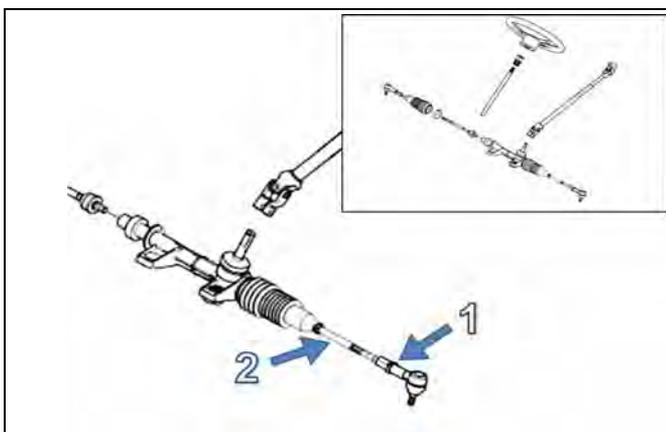

Abbildung 19
Um Justierungen am Lenksystem des SxS^e vorzunehmen, lösen Sie zuerst Mutter (1) der Koppelstange und schrauben Sie die Koppelstange (2) eine gleiche Anzahl Umdrehungen auf beiden Seiten des Fahrzeugs hinein oder heraus. Siehe Abbildung 19.